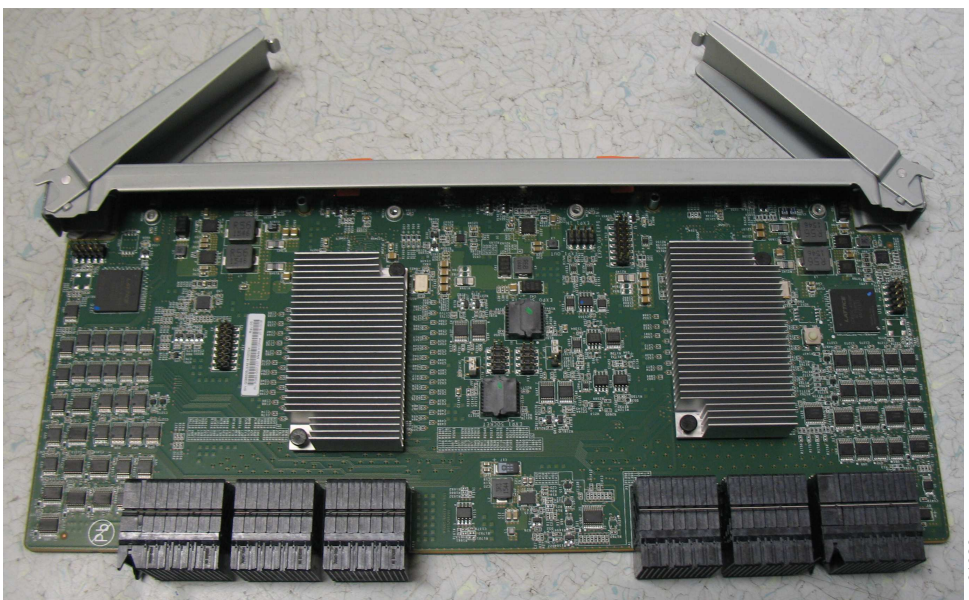

図 106. エンクロージャーから取り外された 2 次拡張機構モジュール
5. 127 ページの図 106 に示すように、2 次拡張機構モジュールを安全な場所に置きます。